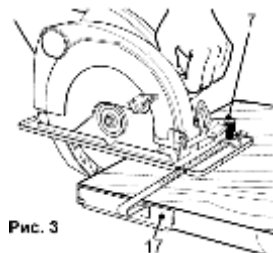

Рис. 3
Параллельный упор (17)(См. Рис.3) позволяет производить ровный рез вдоль существующей прямой кромки заготовки, а также производить нарезание одинаковых по ширине полос.
Затяните зажимной винт параллельного упора (?)(См. Рис. 3)